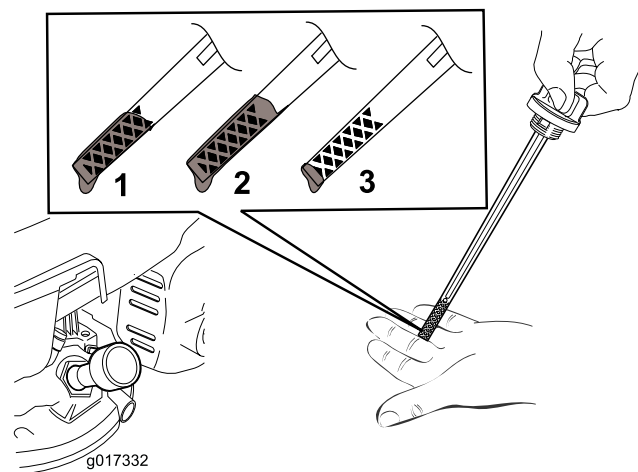

Figura 12
5. Para determinar o nível de óleo adequado na vareta, consulte a Figura 12.
**Nota:** Encha o cárter do motor com óleo até a vareta indicar que o nível de óleo do motor está correto, como se mostra na Figura 12. Se encher demasiado o motor com óleo, retire o óleo em excesso, como se mostra na Substituição do óleo do motor \(página 18\).